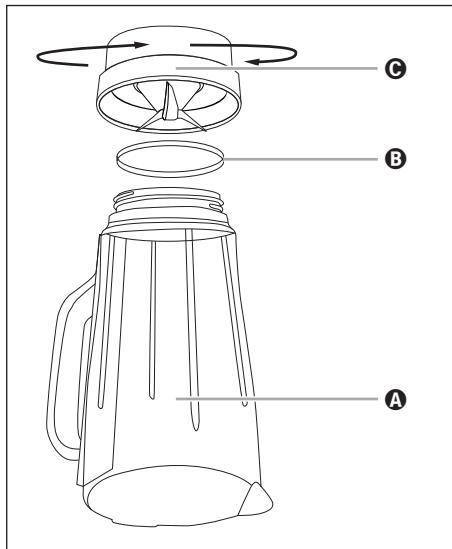

Fig. 4
- 2) Stil produktet på hovedet, og drej blenderkandens **③** plastdel **C** mod urets retning, så den kan løsnes fra blenderkandens **③** glasdel **A** (se fig. 4).
- 6) Sæt tætningsringen **B** rigtigt ind i plastdelen **C** igen. Sæt blenderkandens **③** plastdel **C** på blenderkandens **③** glasdel **A** igen, og skru plastdelen **C** fast i urets retning.